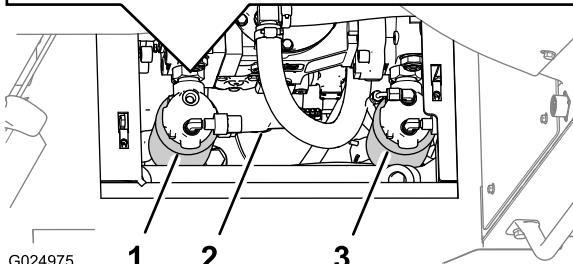

Рисунок 111
Примечание: Доступ к фильтру линии нагнетания гидросистемы осуществляется с правой стороны машины, за баком гидросистемы (Рисунок 111).
2. Подставьте емкость под фильтр линии нагнетания гидросистемы (Рисунок 111).
3. Поверните фильтр линии нагнетания гидросистемы против часовой стрелки и снимите его (Рисунок 111).